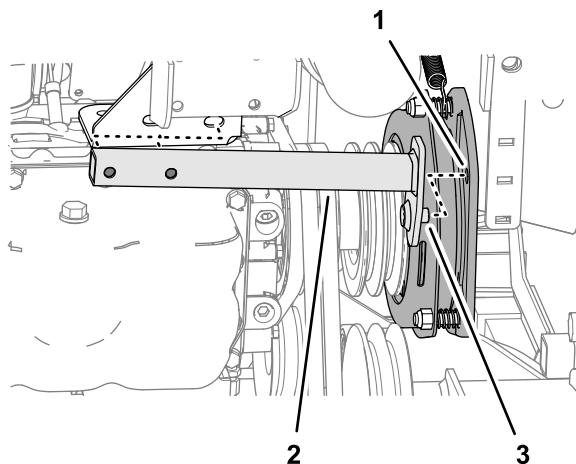

図 92
7. 回転防止チューブを後方に移動させて機体から外す図 92。
- 回転防止チューブのピンを、PTO クラッチプレートの穴に合わせる 図 92 PTO ベルトの取り外し (ページ 61) を参照。